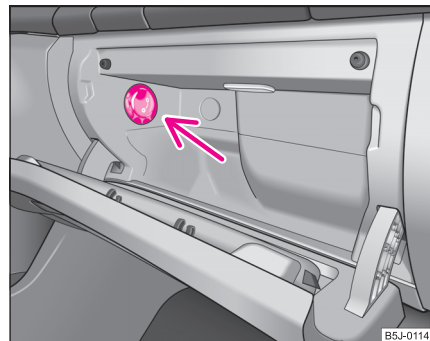

Fig. 70 Torpedoul: Răcirea
- Porniți, respectiv opriți răcirea de la întrerupătorul ⇒ fig. 70.